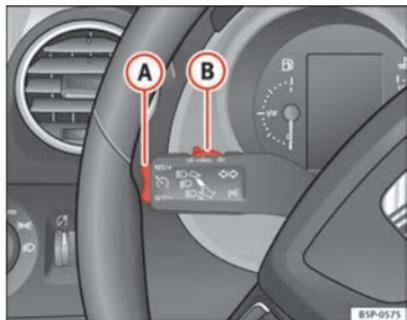

Fig. 151 Alavanca das luzes indicadoras de mudança de direcção e dos máximos: comando e botão basculante para o regulador de velocidade
- Depois de se atingir a velocidade que se pretende memorizar, premir brevemente a parte inferior do botão basculante **SET/-** ⇒ Fig. 151 **A** uma vez.